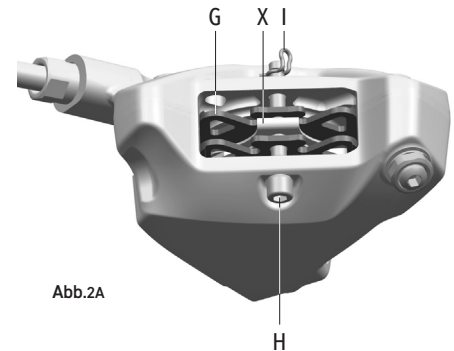

Abb.2A
- Bremsbelag (G - Abb.2A)
- Feder (X - Abb.2A)
- Befestigungsschraube der Bremsbeläge (H - Abb.2A)
- Befestigungssplint der Schraube der Bremsbeläge (I - Abb.2A)